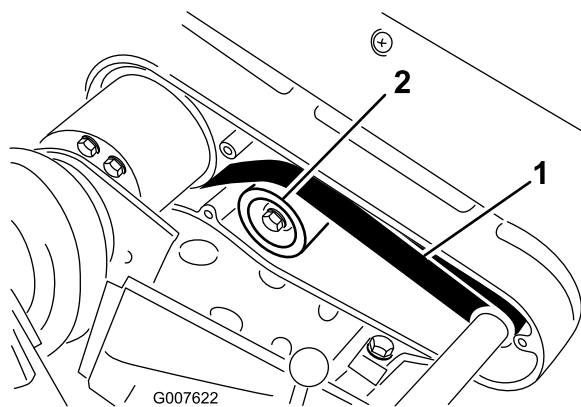

Рисунок 45
2. Проверьте натяжение, приложив к ремню посередине между шкивами (Рисунок 45) усилие 22–26 Н.
А. Ослабьте крепежную гайку натяжного ролика и поворачивайте натяжной ролик по часовой стрелке, прижимая к обратной стороне ремня, пока не будет достигнуто требуемое натяжение ремня (Рисунок 45).